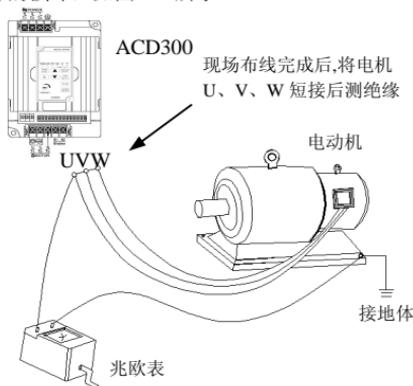

图 1-1 电机绝缘检查示意图
- (1) ACD300 系列变频器为电压型变频器，使用时电机的温升、噪声和振动与工频运行相比较略有增加，属正常现象。
- (2) 如果需要以低速恒转矩长期运行, 必须选用变频器。若使用一般的异步交流电机低速运行时, 应监控电机温度或采取强制散热措施, 以防烧毁电机。
- (3) 减速箱及齿轮等需要润滑的机械装置在长期低速运行时, 可能由于润滑效果变差造成损坏, 请事先采取必要措施。
- (4) 若超过电机额定频率运行时, 除了考虑电机的振动、噪音增大外, 还必须确保电机轴承及机械装置的使用速度范围, 请务必事先确认。
- (5) 对于提升设备和大惯性之类的负载, 变频器常会因产生过流或过压故障而跳闸, 为保证正常工作, 应考虑选配适当的制动组件。
- (6) 应通过端子或其它正常的命令通道对变频器进行起停控制。严禁在变频器输入侧使用接触器等强电开关直接频繁起停操作, 否则会造成设备损坏。
- (7) 如果需要在变频器输出和电机之间安装接触器等开关器件, 请确保变频器在无输出时进行通断操作, 否则可能会损坏变频器。
- (8) 变频器在一定的输出频率范围内, 可能会遇到负载装置的机械共振点, 可设置跳跃频率来避开。
- (9) 使用前, 应确认电源电压在允许的工作电压范围之内, 否则应做变压处理或订购特种变频器。
- (10) 在海拔高度超过 1000 米的条件下, 变频器应降额使用, 每增加 1500 米高度输出电流约降低额定电流的 10%。
- (11) 电机在首次使用或长时间放置后再使用之前, 应做电机绝缘检查。请使用 500V 电压型兆欧表按图 1-1 所示进行检查, 绝缘电阻不得小于 5 M Ω , 否则有损坏变频器的可能。